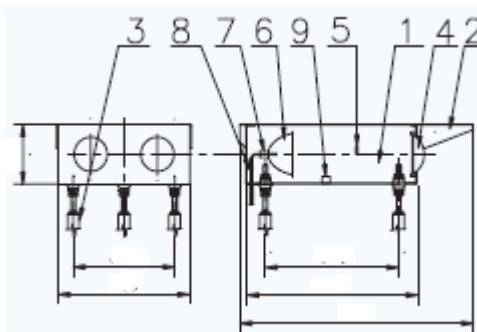

Рис. 1. Схема глісадного вогню
1. Вивчити конструкцію глісадного вогню (рис. 1).